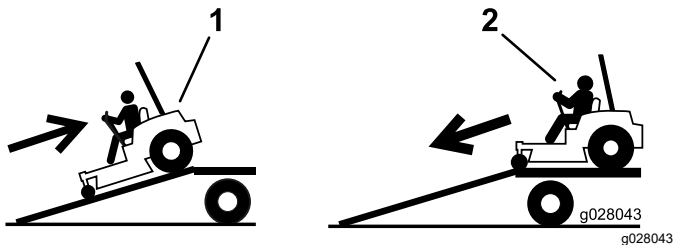

Figura 43
4. Suba la máquina por la rampa en marcha atrás (Figura 43).
2. Baje la máquina por la rampa conduciendo hacia adelante (Figura 43).